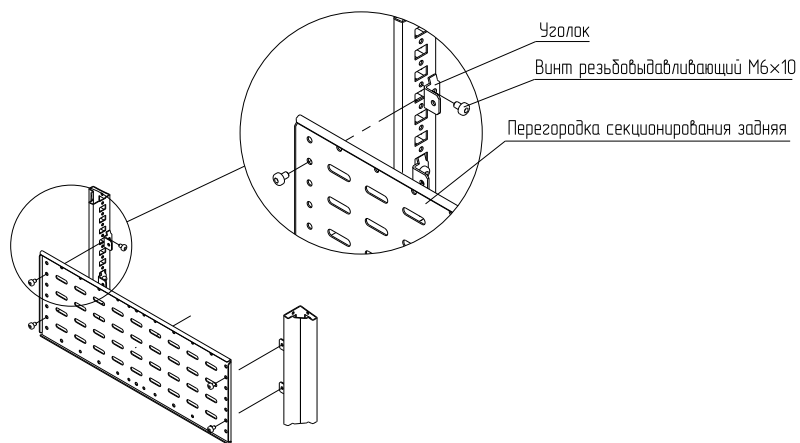

Рисунок 2
4.1.3 Установить перегородку секционирования заднюю на кронштейны и закрепить винтами M6×10 (рисунок 2). Момент затяжки – 7 Н·м.